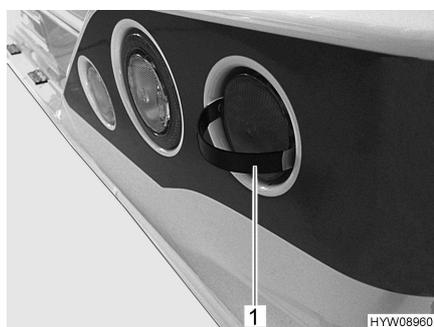

Fig. 122 Retirer le couvercle
- Introduire les languettes de verrouillage de l'outil fourni (Fig. 122,1) comme illustré à côté du couvercle.